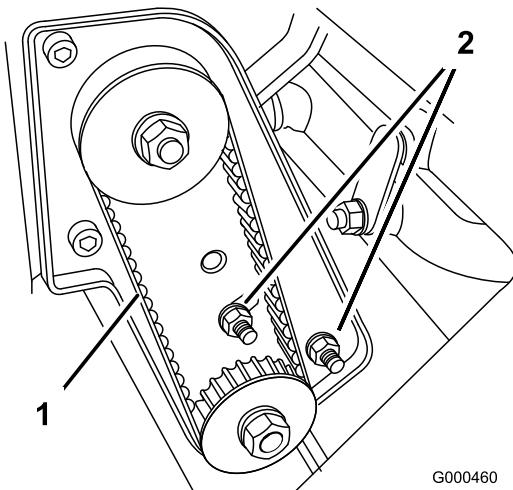

Figura 38
- A. Allentate i dadi di montaggio della sede del cuscinetto (Figura 38).
C. Serrate i dadi di montaggio della sede del cuscinetto tenendo ferma nel contempo la chiave torsiometrica all'impostazione prescelta (Figura 38). Non tendete eccessivamente la cinghia.